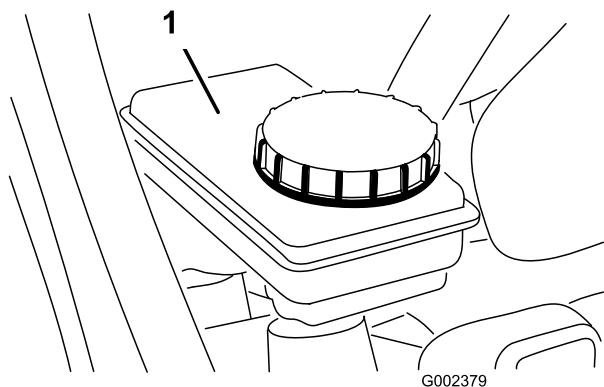

図 24
2. タンクの FULL マークまでオイルが入っているのを確認する(図 24)。